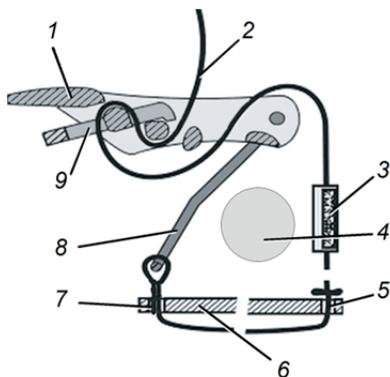

Fig. 42 Cinghia lunga ritegno bombola
- (1) Far passare la cinghia ritegno bombola (→ Fig. 42) prima attraverso l'asola del telaio di trasporto (sul lato destro del telaio), quindi attraverso l'asola sinistra del telaio di trasporto e infine attraverso la staffa della bombola - allineare la staffa della bombola in verticale.
- (2) Posizionare la cinghia con velcro sulla cinghia ritegno bombola con il lato lanuginoso rivolto verso l'esterno.